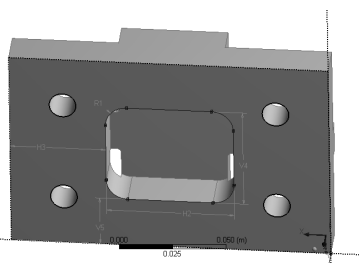

图 2-93 去除材料
Step14：单击工具栏中的  Generate 按钮，生成去材料特征，如图 2-93 所示。